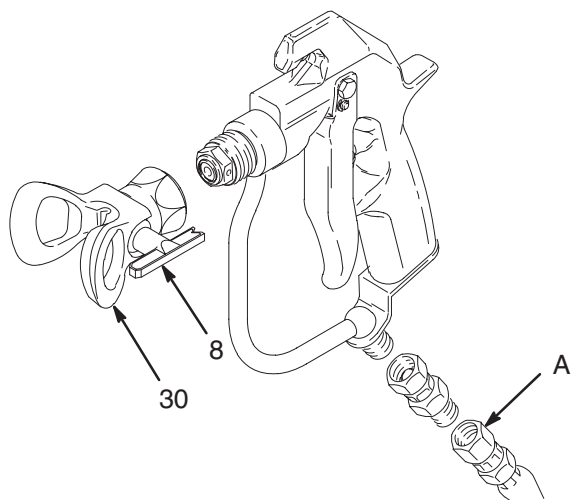

Fig. 2
1. Slut en elektrisk ledende slange (A) til pistolens væskeindtag. Se Fig. 2.
4. En ny SwitchTip (8) og dyseholder monteres (30). Følg instruktionerne i den brugervejledning, der følger med pistolen. Se Fig. 2.